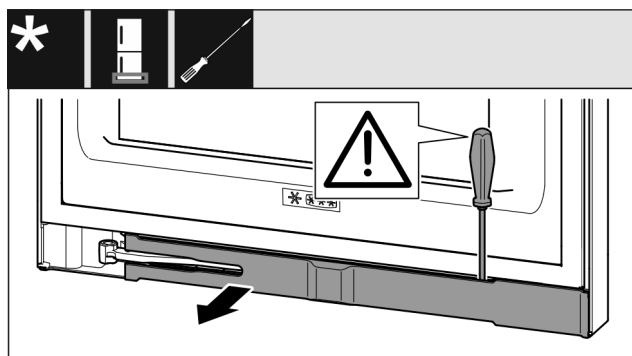

Fig. 16
- ▶ Pattintsa ki a takarólemezt lapos csavarhúzóval, és fordítsa oldalra. (lásd Fig. 16)